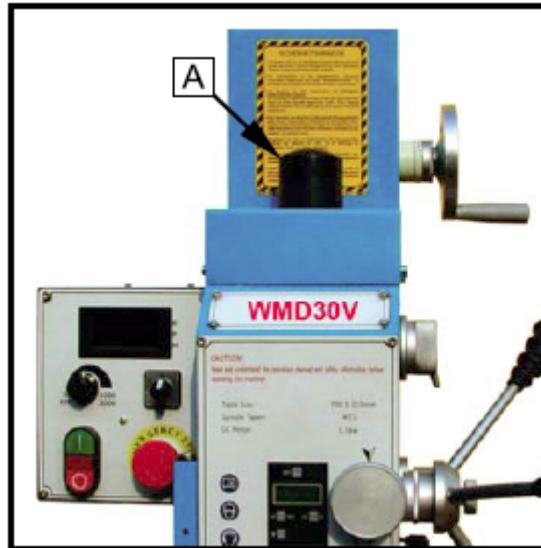

Рисунок 12.
- 9.2. Снимите крышку с штрелева на кожухе двигателя (Рисунок 12, А).